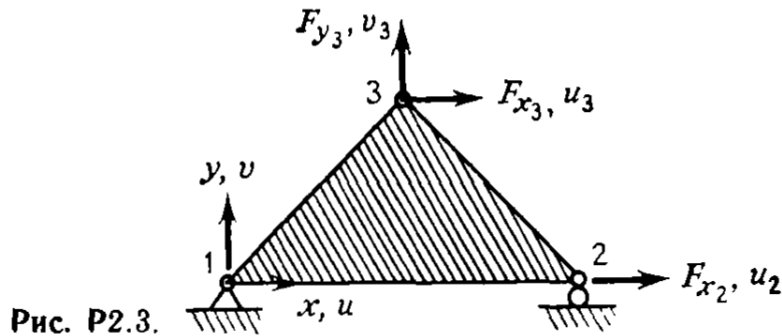

Рис. P2.3.
3. Ниже вписана матрица податливости для треугольного пластинчатого элемента, находящегося в плоском напряженном состоянии (рис. P2.3). Вычислите матрицу жесткости элемента и проверьте правильность полученного результата, сравнивая ее с матрицей жесткости, показанной на рис. 5.4.
$\begin{Bmatrix} F_2 \\ M_1 \end{Bmatrix} = \frac{L}{6EI} \begin{bmatrix} 2L^2 & -3L \\ -3L & 6 \end{bmatrix} \begin{Bmatrix} w_2 \\ \theta_1 \end{Bmatrix}.$  <p>Рис. P2.2.</p> <p>3. Ниже вписана матрица податливости для треугольного пластинчатого элемента, находящегося в плоском напряженном состоянии (рис. P2.3). Вычислите матрицу жесткости элемента и проверьте правильность полученного результата, сравнивая ее с матрицей жесткости, показанной на рис. 5.4.</p> $\begin{Bmatrix} u_2 \\ u_3 \\ v_3 \end{Bmatrix} = \frac{2}{Et x_2 y_3} \begin{bmatrix} x_2^2 & x_2 x_3 & -\mu x_2 y_3 \\ x_2 x_3 & 2(1 + \mu) y_3^2 + x_3^2 & -\mu x_2 y_3 \\ -\mu x_2 y_3 & -\mu x_2 y_3 & y_3^2 \end{bmatrix} \begin{Bmatrix} F_{x1} \\ F_{x3} \\ F_{y3} \end{Bmatrix}$  <p>Рис. P2.3.</p>